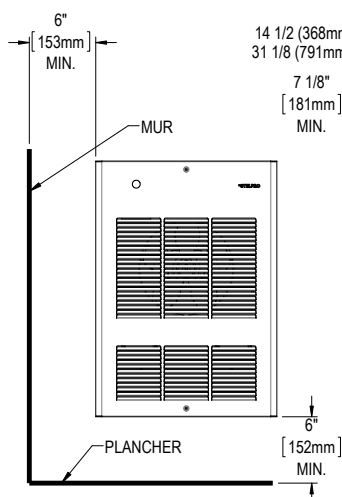
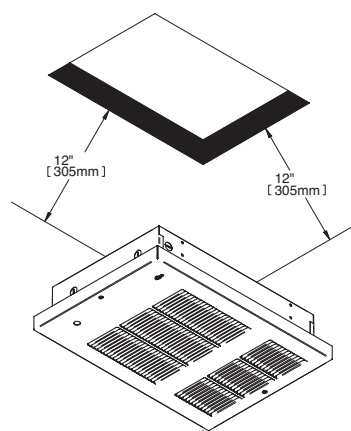

FIG. 1
FIG. 4
1. Que l'appareil WF soit installé en surface ou qu'il soit encastré, les distances minimales suivantes doivent être respectées en tout temps pour les unités simples et doubles (voir les figures 1 et 2). Pour les produits CF (plafond), ils doivent être installés à au moins 12 po (305 cm) des murs adjacents et à une hauteur se situant entre 8 pi (244 cm) et 10 pi (305 cm) du plancher (voir la figure 4).